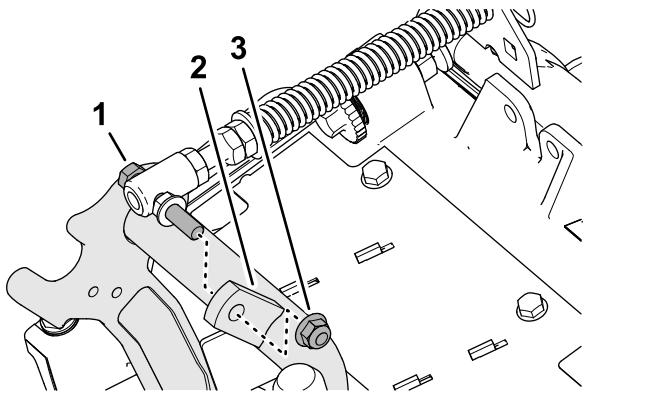

Figura 8
3. Retire la contratuerca con arandela prensada (3/8") que fija el tornillo del muelle de compensación del césped a la pestaña derecha del bastidor de tiro, y retire el muelle de compensación de la unidad de corte (Figura 8).